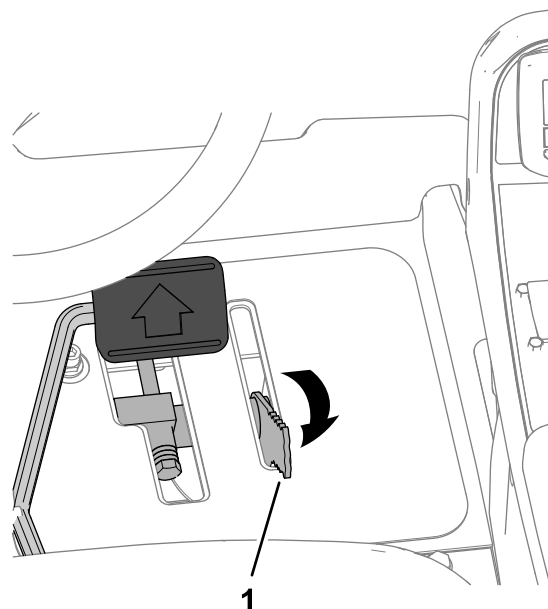

Рисунок 47
- Переведите рычаг ограничителя скорости скашивания назад в ТРАНСПОРТНОЕ положение (Рисунок 47).